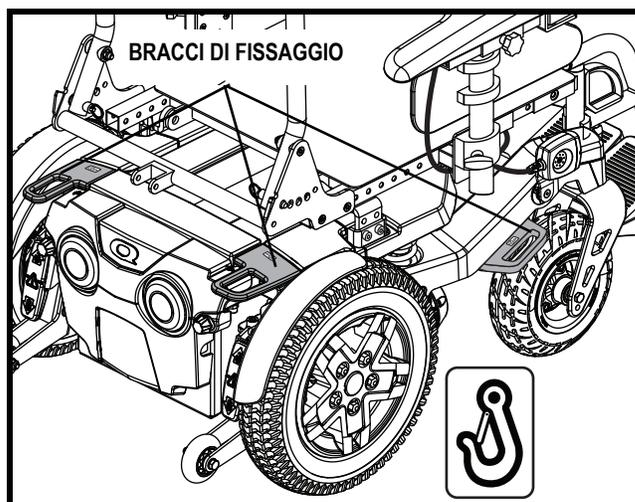

Figura 8. Bracci di fissaggio del sistema di transito
- Unire le quattro fascette di fissaggio solamente ai punti appositamente studiati e contrassegnati per il transito, indicati da simboli ad ancora sulla Carrozzina. **Vedere figura 8 e 9.** Stringere la fascette in modo da eliminare qualunque allentamento.